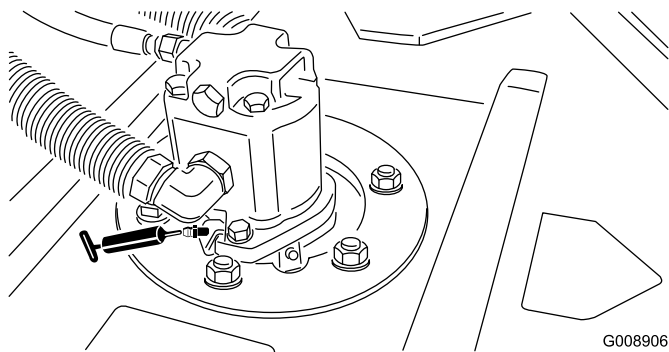

図 41
- ・ カuttingユニットのスピンドルシャフトのベアリング (各カuttingユニットに1ヶ所) (図 41)